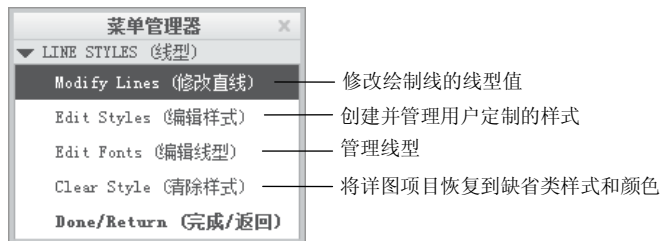

图 9.2.19 “线型”菜单
- 新建或修改线造型的另一种方法是，选择 **草绘** 功能选项卡 **格式** ▾ 区域中的“线型”命令 ，在系统弹出的图 9.2.19 所示的 **LINE STYLES (线型)** 菜单中选择 **Edit Styles (编辑样式)**，系统将弹出图 9.2.16 所示的“线型库”对话框。